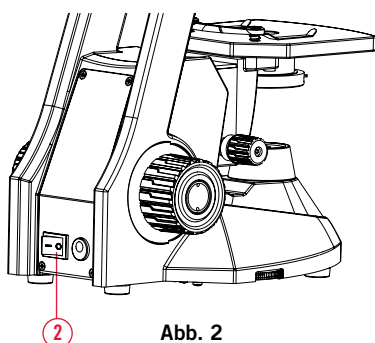

Abb. 2
- Schalten Sie das Gerät auf der Rückseite des Mikroskop-Arms ein. (Abb. 2)